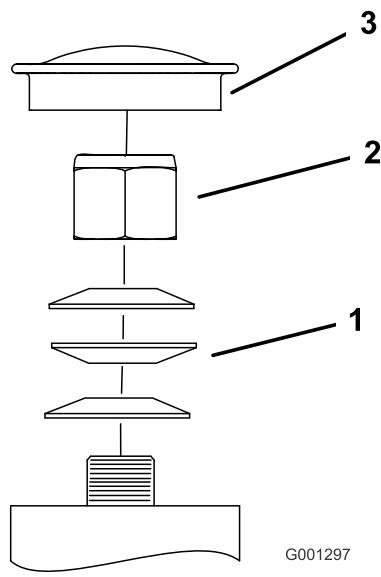

図 60
- キャスターからダスト・キャップを外してロックナットを締め付ける (図 60)。
- Tスプリング・ワッシャが平たくつぶれるまでロックナットを締め付け、その位置から1/4回転もどすと、ベアリングに対して適切な予負荷がかかる (図 60)。
重要 スプリング・ワッシャが 図 60 に示すように正しく取り付けられていることを確認する。
- ダスト・キャップを取り付ける (図 60)。